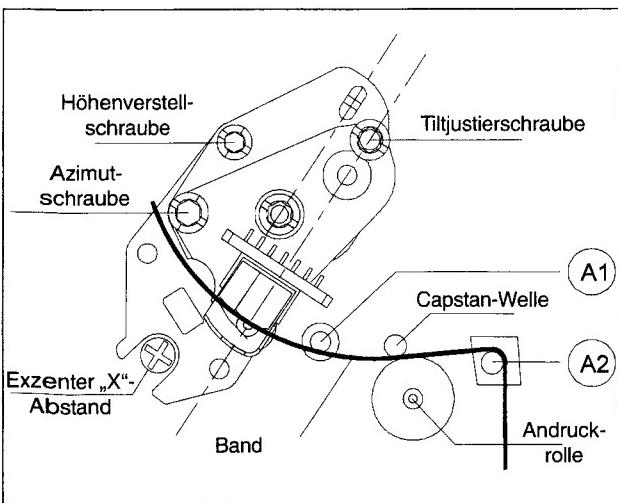

Abb. M13
- Exzenter schraube drehen, bis der maximale Wert des TRIV-Signals erreicht ist (DC-Kopplung; siehe Abb. M13).